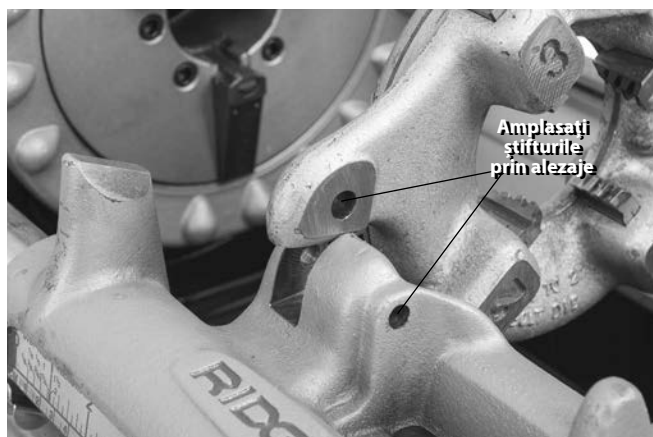

Figura 26 – Menținerea pe poziție a capului-filieră pe stânga
3. Treceți un știft $\frac{5}{16}$ " de lungime 2" prin găurile din restul căruciorului și capul-filieră stânga pentru fixare în poziție (vezi Figura 26).